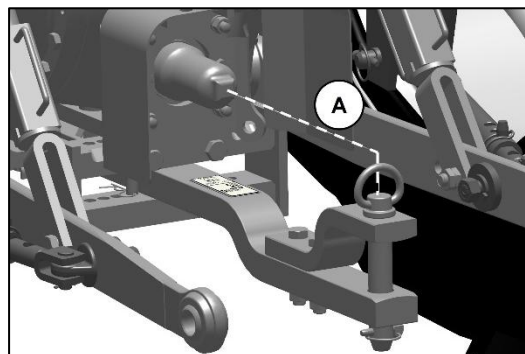

Fig. 175 – HORIZONTALE AFSTAND 'A'
4. Als het door de PTO aangedreven werktuig is aangesloten op de zwenk-dissel, moet deze zo worden afgesteld dat de horizontale afstand 'A' (zie Fig. 175) tussen het uiteinde van de PTO-as en het pen-gat in het uiteinde van de dissel 356 mm bedraagt voor een 540 tpm-as – 6 spieën.